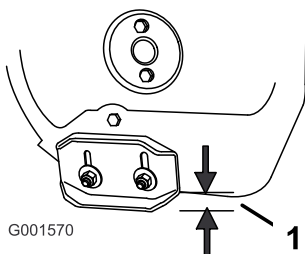

Bild 33
2. Lösen Sie die Muttern, mit denen beide Kufen an den Seitenplatten des Räumwerks befestigt sind, bis sich die Kufen leicht nach oben und unten verschieben lassen (Bild 33).